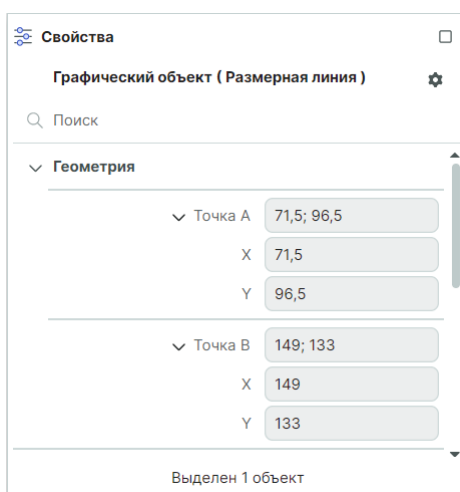

Рис. 255 Раздел «Геометрия»
1. Раздел «Геометрия» содержит координаты точек привязки выносных линий размерной линии, см. Рис. 255.